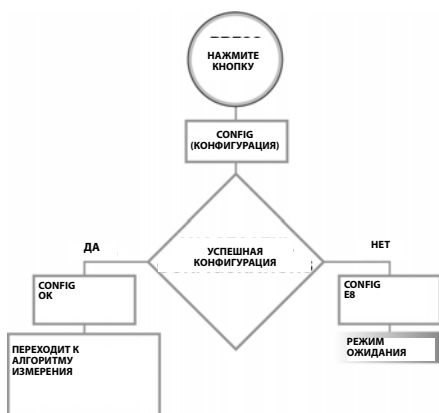

Рис. 4
- Еще раз нажмите и удерживайте кнопку Display (A), чтобы настроить профиль КИП уровня цистерны в программном обеспечении Pulse.
- После успешной регистрации профиля TLM с помощью программного обеспечения Pulse, на дисплей выводится сообщение CONFIG OK, как показано на Рис. 4, стр. 5.
Если профиль КИП уровня цистерны не зарегистрирован с помощью программного обеспечения Pulse, на экран выводится сообщение об ошибке CONFIG E8 (шаг 2, Рис. 4).